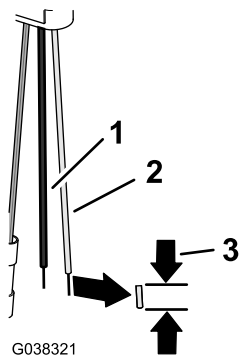

Рисунок 38
2. Удалите изоляцию на отрезке длиной 8 мм с розового и черного проводов 4-штыревого переходника (Рисунок 38).